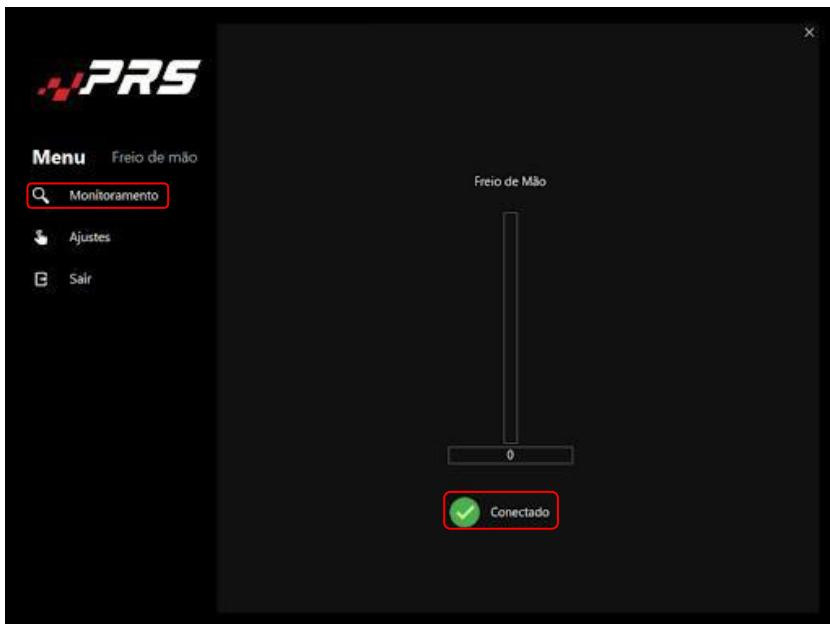

Figura 7
(3) Zona morta inferior: Regula a chamada “dead zone”. Se na tela de configuração de seu freio de mão (Página 8, Figura 7), o valor não estiver em **0%**, você pode aumentar o valor da configuração gradativamente, até o valor zerar.